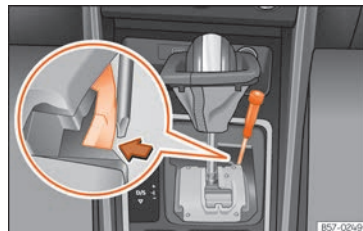

Abb. 57 Wählhebel: Notentriegeln aus der Parkstellung
- Drücken Sie seitlich mit Hilfe des Schraubendrehers auf die gelbe Entriegelungstaste und halten Sie sie gedrückt  **Abb. 57**.